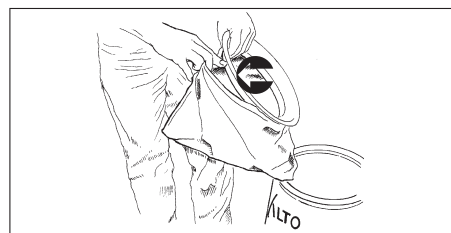

Рисунок 8
6. Вокруг тканевого фильтра установите фильтр из дакрона. (См. Рисунок 8)